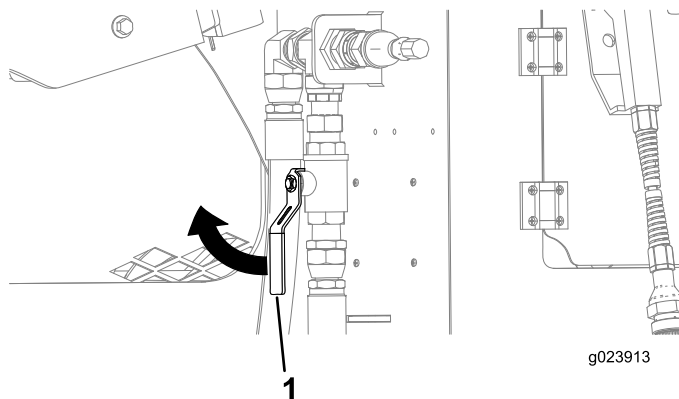

Bild 132
4. Stellen Sie sicher, dass das Ventil in der Nähe des hinteren Abteils in der Stellung GESCHLOSSEN ist (Bild 132).